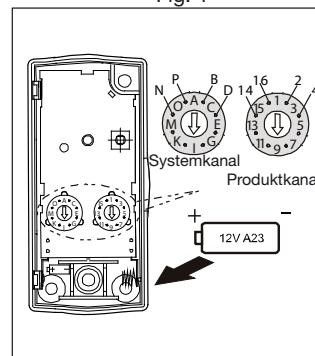

Fig. 2
2. Ställ in önskad kanal med hjälp av en skruvmejsel (fig. 2).